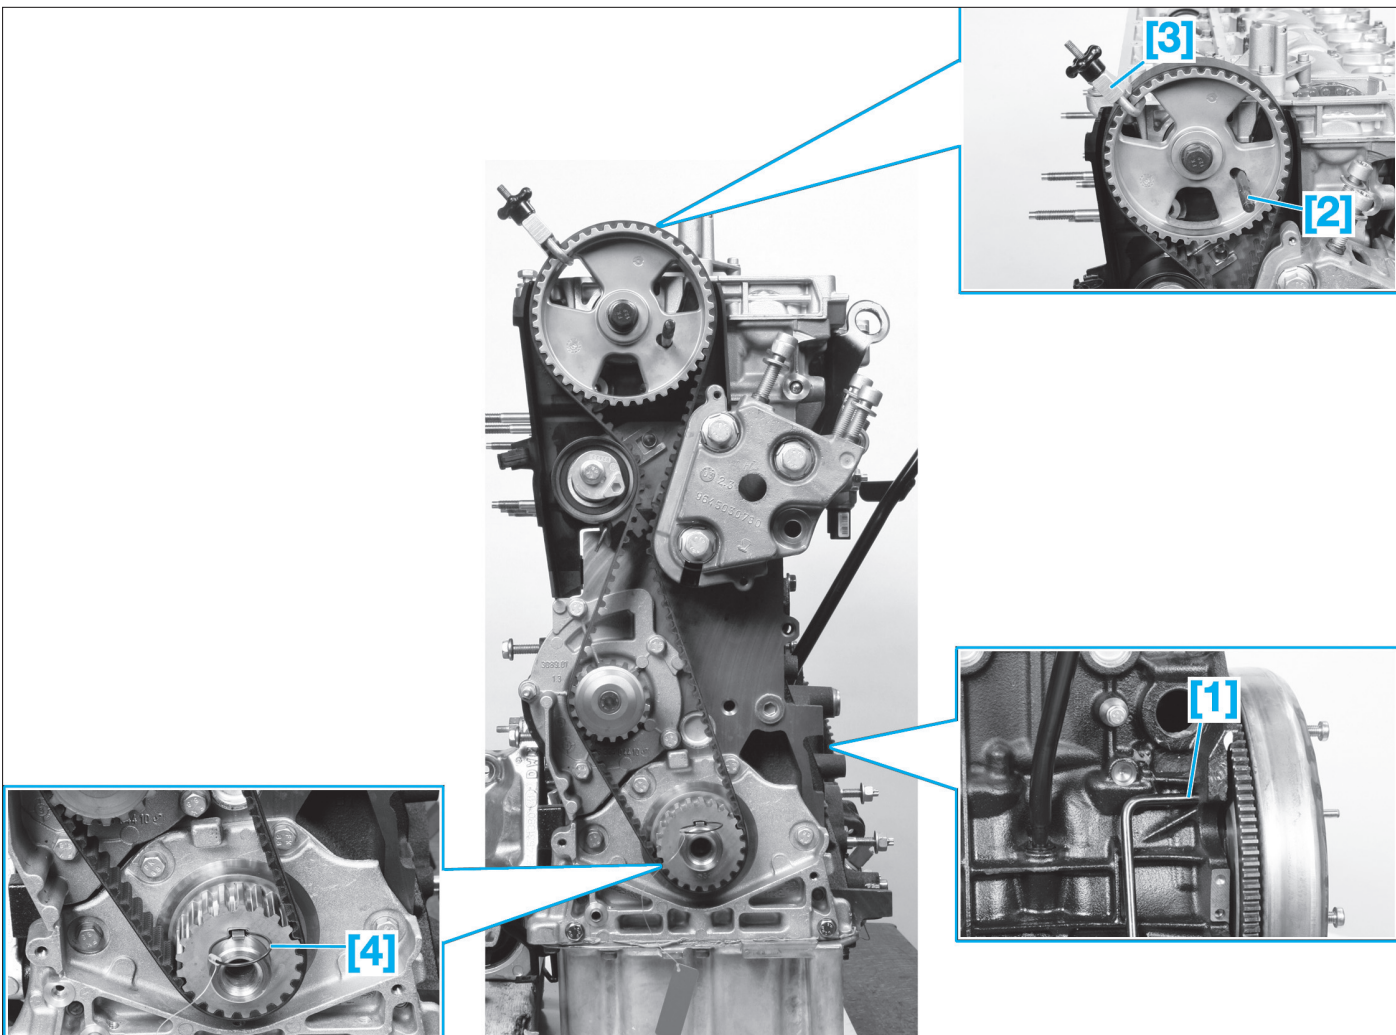

Fig. 12
- Mettre en place la pignone de volant moteur [1] (Fig.12).
- le moteur est au point de calage (Fig.12).